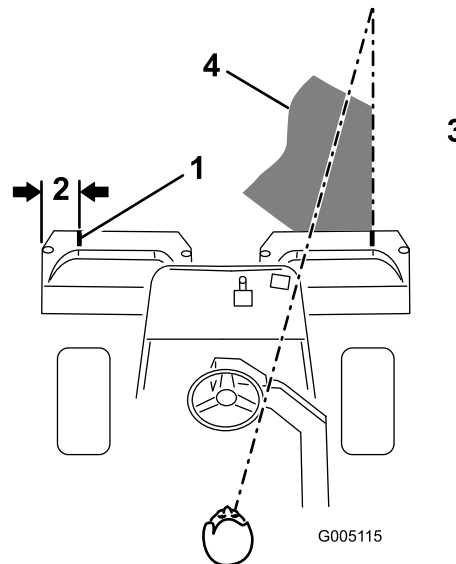

Bild 38
2. Bringen Sie einen Streifen weißes Isolierbands an jedem Korb an, oder zeichnen Sie eine Linie. Das Isolierband bzw. die Linie sollten parallel mit der äußeren Kante jedes Korbs verlaufen (Bild 38).